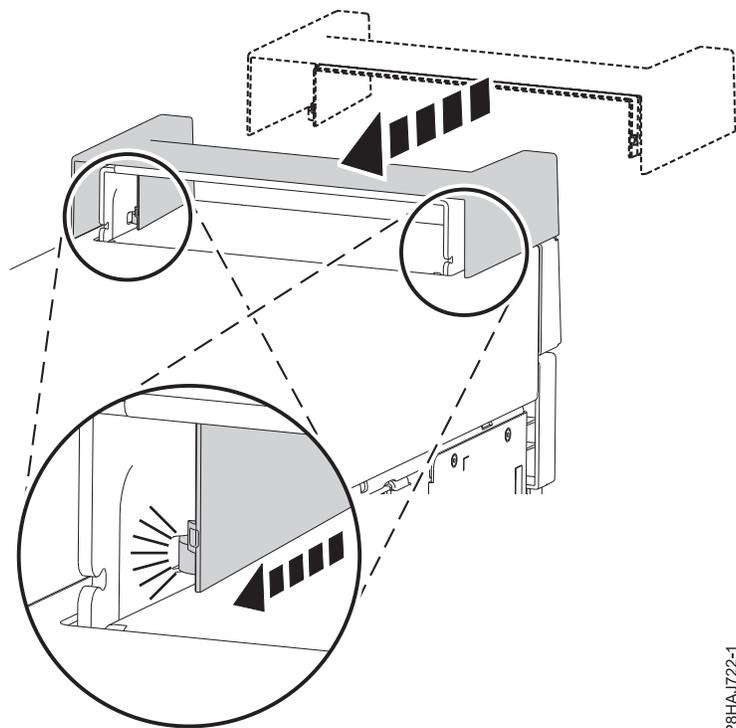

図 16. 8286-41A スタンドアロン・システムへのハンドル・カバーの固定
1. ハンドル・カバーを、システムの後部方向へスライドさせて内部 RDX ドッキング・ステーション (FC EUA3) に固定します。図 16 を参照してください。